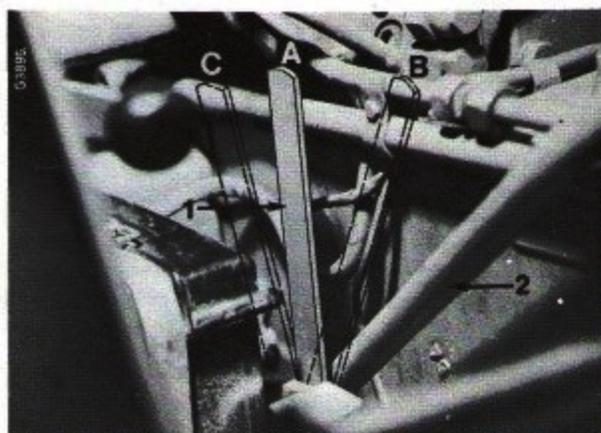

Fig. 26
Si le tracteur est équipé d'une prise de force proportionnelle à la vitesse d'avancement, celle-ci peut être connectée en alternance avec la prise de force autonome représentée Fig. 26 sur commande spéciale. Vous pouvez vous procurer une prise de force complémentaire (1000 tr/mn). L'arbre de la prise de force 1000 tr/mn peut être dentelé ou cannelé. L'arbre de prise de force 540 tr/mn est seulement cannelé.
Pour connecter la prise de force autonome, déconnectez l'embrayage à main (9) Fig. 5 et placez le levier d'enclenchement de prise de force (1) Fig. 26 en position B. Puis réenclenchez lentement l'embrayage à main, à mi-régime du moteur. Pour déconnecter la prise de force, actionnez l'embrayage à main et placez le levier d'enclenchement de prise de force en position A.
Pour embrayer la prise de force proportionnelle à la vitesse d'avancement, débrayez le moteur et mettez le levier sur la position "C" (Fig. 26).